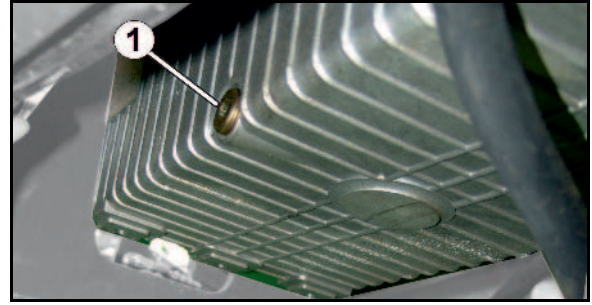

Fig. 124
1. Geeignetes Gefäß unter die Ablassschraube (Fig. 124/1) stellen (Fassungsvermögen mindestens 35 Liter).